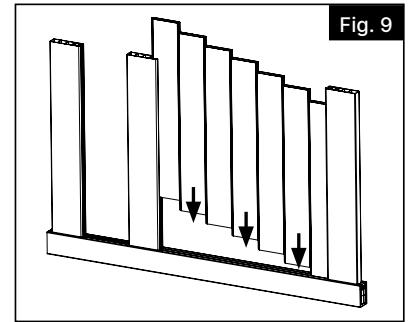

Fig. 9
- e. Installer les planches de remplissage comme indiqué. Les extrémités des planches doivent s'insérer dans la rainure du montant (Fig. 9).